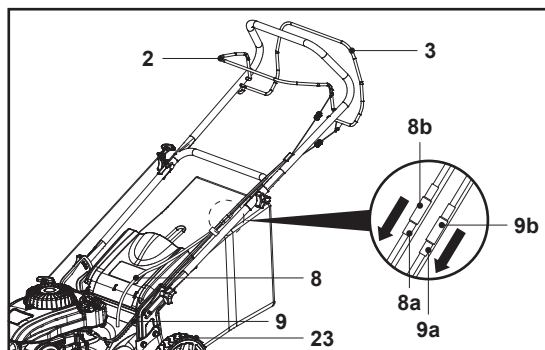

Fig. 29
Si les roues arrière (23) ne tournent pas lors de l'actionnement du levier de traction (3), il peut être nécessaire de régler la tension du câble de traction (8) (Fig. 29).